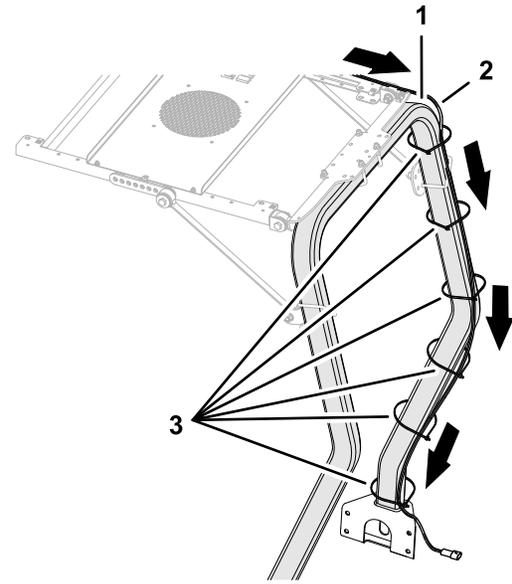

Bild 7
1. Verlegen Sie den Kabelbaum des Bedienfelds entlang des Überrollbügel-Rohrs, wie in Bild 7 abgebildet.
2. Führen Sie das mit P08 gekennzeichnete Ende des Kabelbaums durch die Tülle in der Plattform (Bild 7).
3. Befestigen Sie den Kabelbaum ggf. mit Kabelbindern am Überrollbügel-Rohr (Bild 7).